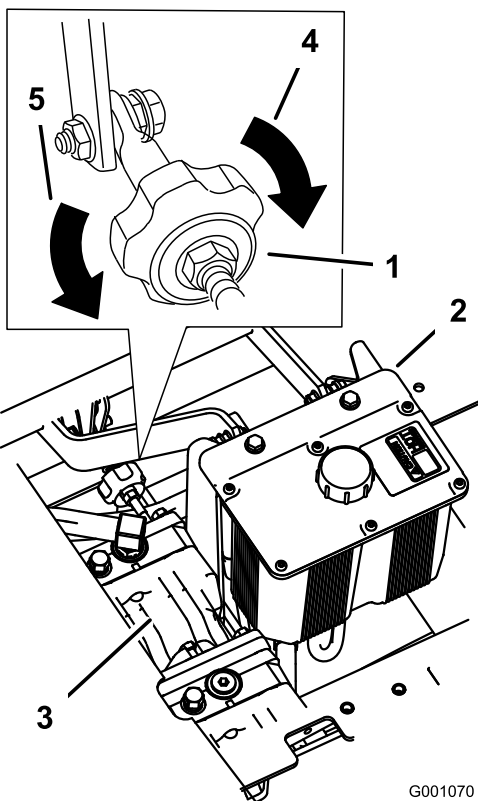

Рисунок 101
2. Отрегулируйте длину штока насоса, поворачивая рукоятку в соответствующем направлении, чтобы соответствующее колесо стояло неподвижно или немного медленно вращалось в обратном направлении (Рисунок 101).